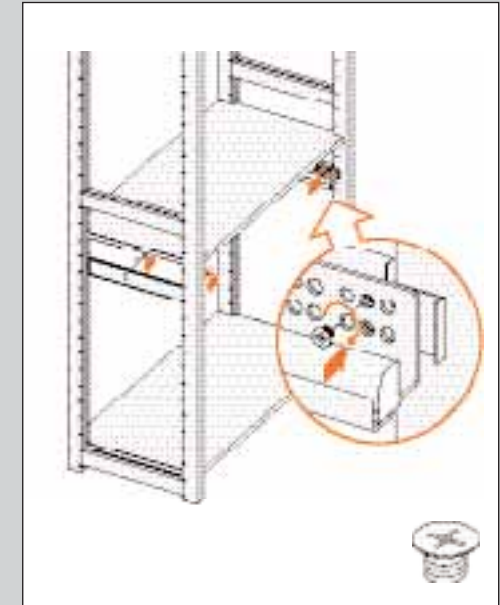

ABBILDUNG 17
2. Schrauben bei Schubladen mit vorstehender Front an der Vorderseite in das zweite Paar Löcher (Abb. 17).